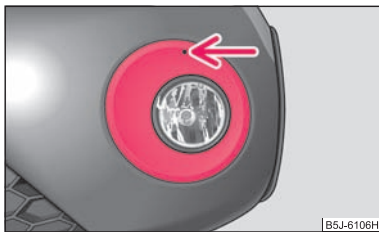

Abb. 169 Vorderer Stoßfänger: Roomster Scout
- In die Öffnung oberhalb des Nebelscheinwerfers ⇒ Abb. 169 führen Sie den Drahtbügel aus dem Bordwerkzeug ein und nehmen die Abdeckung heraus. ■